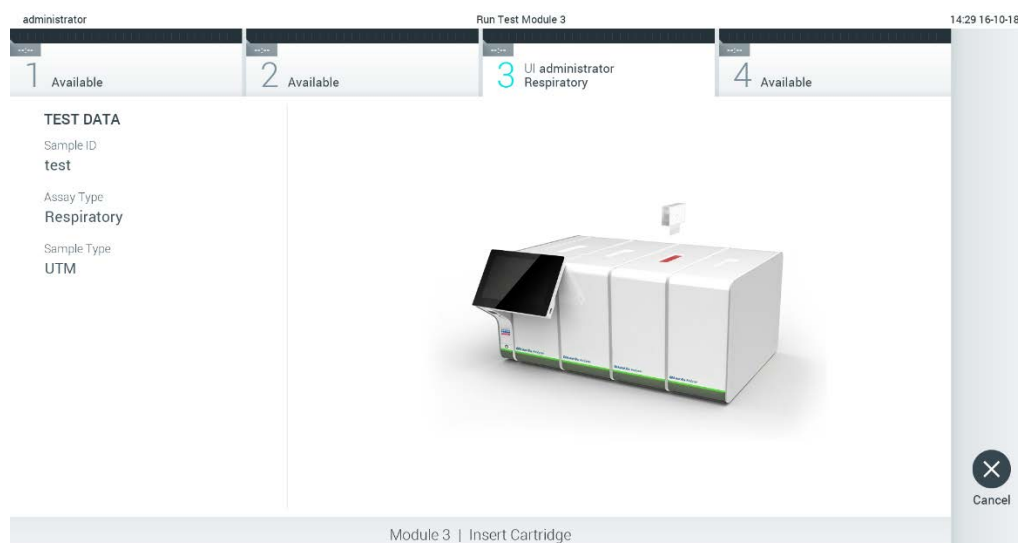

Figura 27. Inserimento della cartuccia d'esame QIAstat-Dx nel QIAstat-Dx Analyzer 1.0.
- Accertarsi che entrambi gli sportellini campione, quello della porta tampone e quello della porta principale della cartuccia d'esame QIAstat-Dx siano chiusi saldamente. Quando la porta di ingresso della cartuccia sulla parte superiore del QIAstat-Dx Analyzer 1.0 si apre automaticamente, inserire la cartuccia con il codice a barre rivolto verso sinistra e le camere di reazione rivolte verso il basso (Figura 27, pagina successiva).